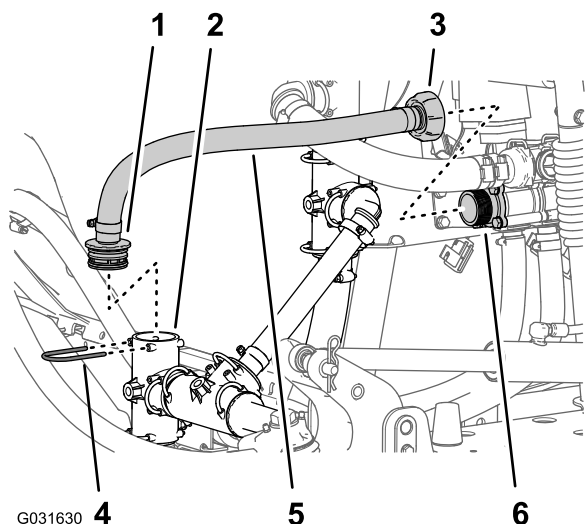

図 35
4. バイパスホースのバーブ付きストレートフィッティングをスプレーヤポンプのT字フィッティングに固定しているリテーナを取り外す 図 35。
5. バイパスホースの機体中央よりの端部をバイパスバルブのアダプタフィッティングに止めているアダプタナットをゆるめる 図 35。
6. 機体からホースを取り外す 図 35。